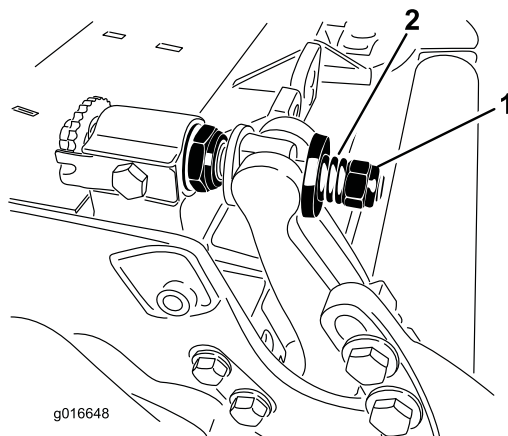

图33
- 旋紧弹簧加压螺母，直到弹簧完全压缩，然后往回松开  $1/2$  圈（图33）。